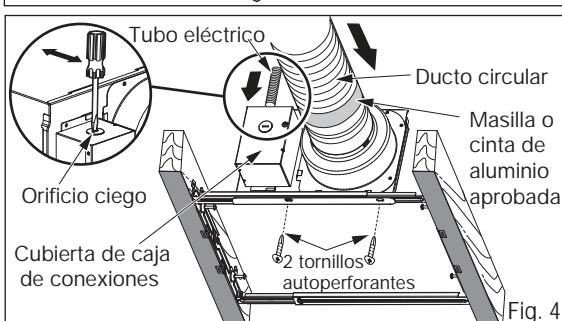

Fig. 4
4. Quite la cubierta de la caja de conexiones e instale el tubo eléctrico o un dispositivo de alivio de tensión en el orificio ciego de la caja de conexiones. (Fig. 4)
5. Instale un ducto circular y sujetelo con abrazaderas o amarres y séllelo con masilla o cinta de aluminio aprobada. Se necesita un ducto circular de 4 o 6 pulgadas para conectar la parte correspondiente del adaptador.(Fig.4)
6. Instale el adaptador en el soporte Flex-Z Fast™ utilizando 2 tornillos autoperforantes.(Fig.4)